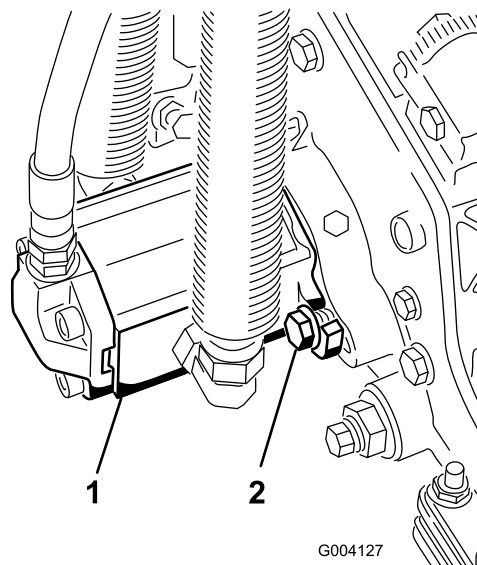

图 20
16. 以顺时针旋转的方式插入马达以使马达法兰与螺栓保持一定空隙图 20。逆时针旋转马达直至法兰环绕住螺栓然后拧紧螺栓。